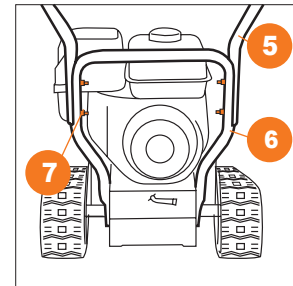

Рис. 6
- Соедините рукоятки панели оператора **5** с нижней частью рукоятки **6** с помощью крепежных элементов **7** (Рис. 6).
- Соедините панель управления оператора **5** с нижней частью рукоятки **6** с помощью крепежных элементов **7** (Рис. 6).